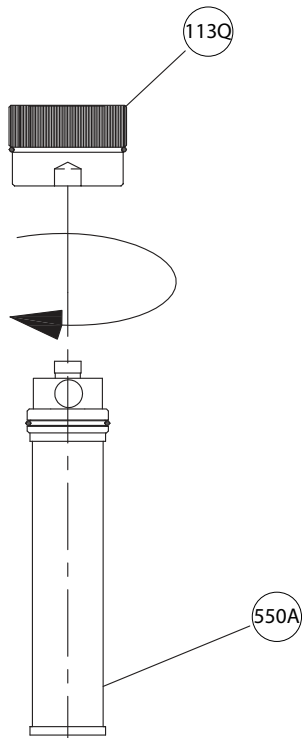

图 27: 滤油器拆卸
- 将部件号为 K08174A 的滤油器 (550A) 从部件号为 K06818A 的塞 (113Q) 上拧下。保留塞 (113Q) 并丢弃旧的滤油器 (550A)。请按照当地垃圾处理要求丢弃滤油器。请参见图 27: 滤油器拆卸 on page 42。